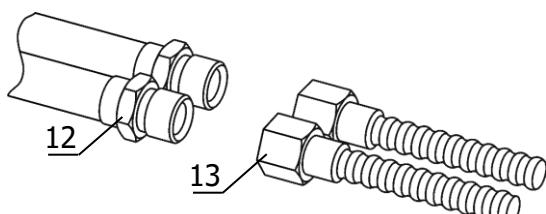

Рисунок 3 — Подключение перемычки
**2.2.5** Установить трубопровод-перемычку из комплекта поставки, соединяющий входной и выходной штуцеры насоса блока регулирования. Для этого, удерживая ключом на 32 штуцер 12 (рисунок 3) насоса, затянуть гайку 13 вторым ключом на 32.